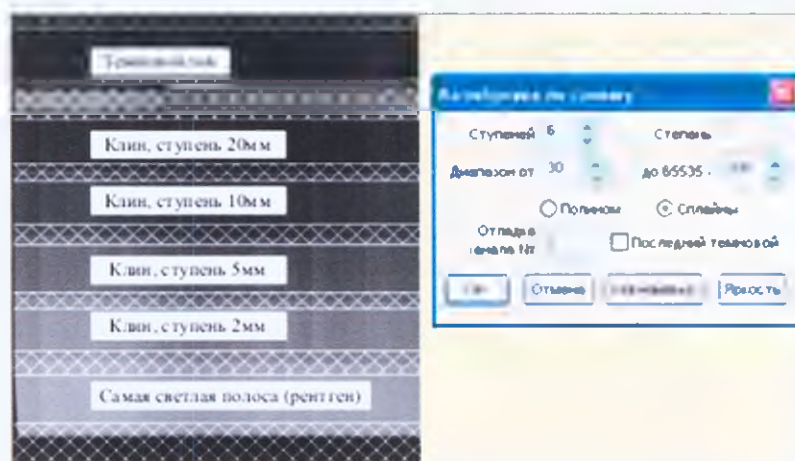

Рисунок 33. Калибровка по снимку
2. Получив снимок с нормальной яркостью (при этом рекомендаций о повторе не будет), исполните команду меню *Работа* → *Калибровка* → *Калибровка по снимку*. Задайте в окне «Калибровка по снимку» параметры, как показано на рис. 33.